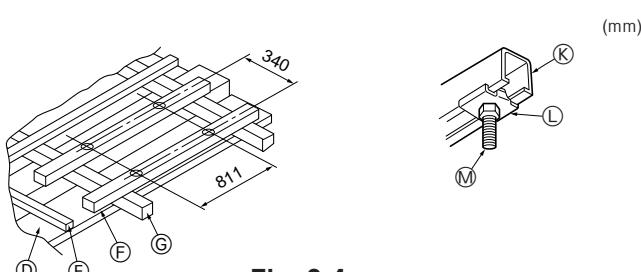

Fig. 2-4
① Ξύλινες κατασκευές (Fig. 2-4)